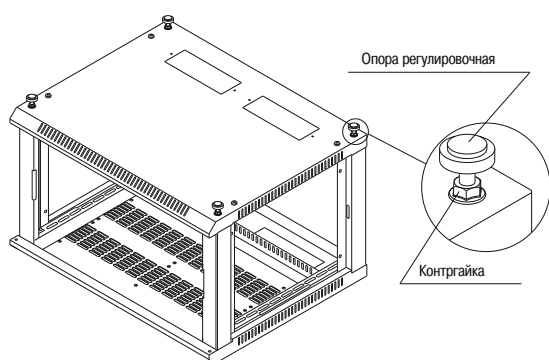

Рисунок 5
1.5 Если шкаф будет устанавливаться на горизонтальную поверхность, то вместо четырёх винтов М6×16 по углам дна вкрутите регулировочные опоры (рисунок 5) и зафиксируйте их контргайками.